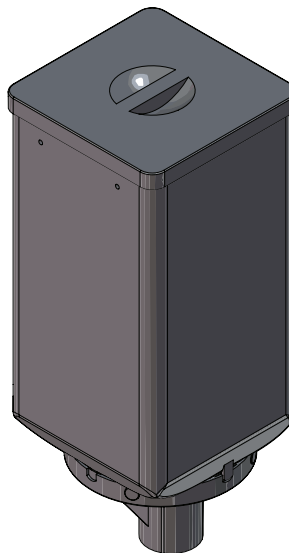

Рисунок 6.2 - Контейнер кофе
- Контейнер зернового кофе (1 или 2 шт. в зависимости от комплектации см.рис.6.2).